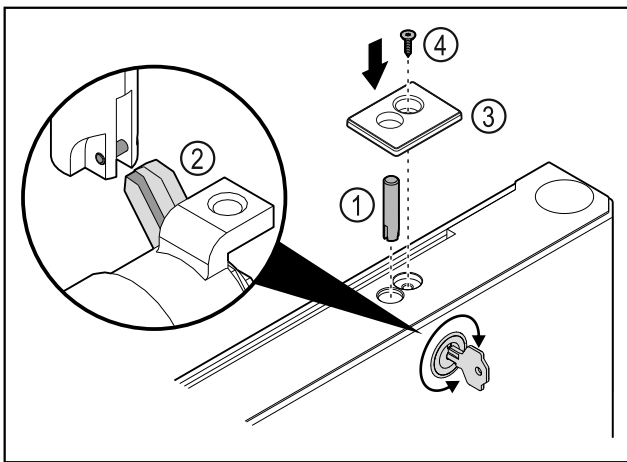

Fig. 47
- Nasadte čap zámku Fig. 47 (1).
- Zľahka otáčajte zámok, aby čap zámku Fig. 47 (2) zapadol do drážky zámku.
- Nasadte kryt Fig. 47 (3).
- Nasadte skrutku Fig. 47 (4).